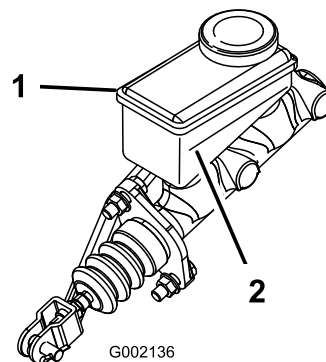

Figura 64
5. Mire el contorno del nivel de aceite en el lateral del depósito (Figura 64).
- B. Añada líquido de frenos DOT 3 al depósito hasta que el nivel esté por encima de la línea de mínimo (Figura 64).